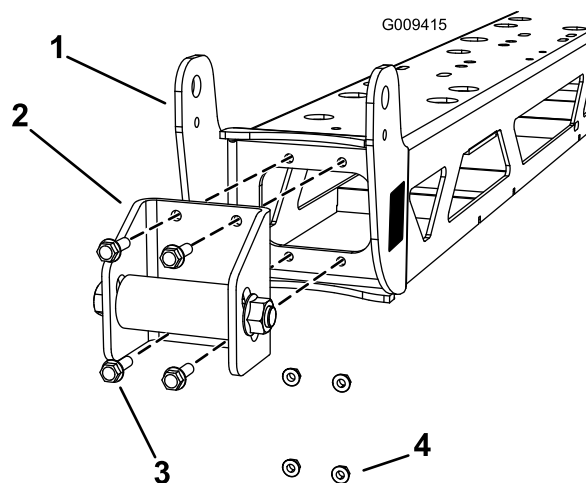

Figura 1
2. Remova os 4 parafusos (5/16 x 1 polegada) e porcas (5/16 polegada) fixando os limitadores na estrutura da rampa central como indicado em (Figura 1). Remova as estruturas dos limitadores de ambos os lados da rampa central. Guarde todas as peças para futura utilização.